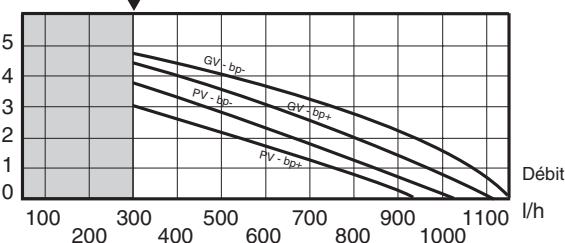

Abb. 15
- **GV**, (schnell), Kennlinien Abb. 15, (Fabrikeinstellung).
Der Heizkessel ist mit einem einstellbaren By-Pass bestückt, mit dem der Durchfluss des Heizungskreislaufs den jeweiligen Gegebenheiten der Installation angepasst werden kann. Die Einstellung erfolgt mithilfe der Schraube **D** unter der Armaturenhalterung (Abb. 14) (zum Öffnen aufschrauben), damit die verfügbare manometrische Höhe den Spannungsverlusten der Installation angepasst werden kann, wie in den Diagrammen **GV** oder **PV** (Abb. 15 oder 16) angegeben.